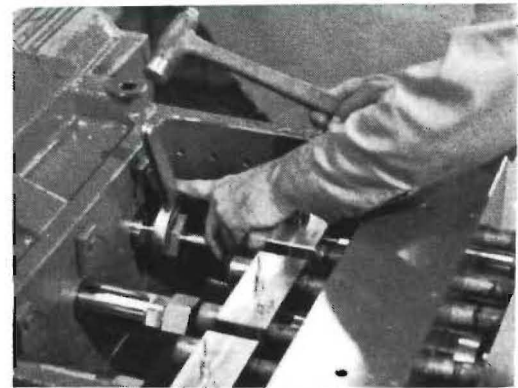

FIGURE 6-1
- F. LOOSEN THE PLUNGER COUPLING NUT, AS SHOWN IN FIGURE 6-1, AND SLIDE THE PLUNGER TOWARD THE LIQUID END.